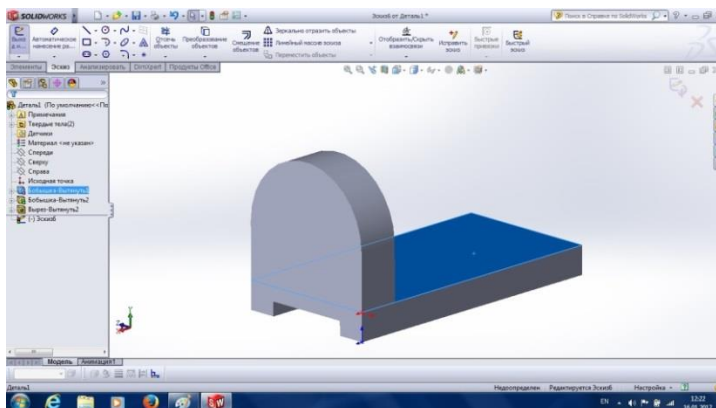

Рис. 3.12
14. Для побудови двох наскрізних отворів вибираємо відповідну площину ескізу (рис. 3.12).